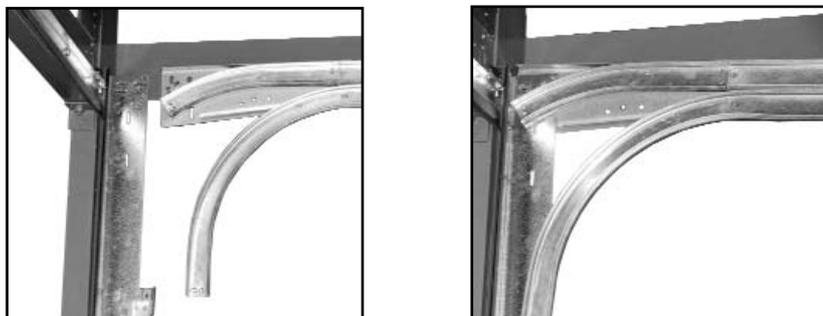

Рис. 21. Установка горизонтальной направляющей
- 1) Сочленить горизонтальную направляющую с вертикальной, заднюю часть направляющей поддерживать при помощи вспомогательных стоек или за счет их подвеса на веревке к элементам конструкции потолка. Убедиться в том, что вертикальная отбортовка опорной стойки находится между боковой пластиной и верхней короткой направляющей (рис. 21).